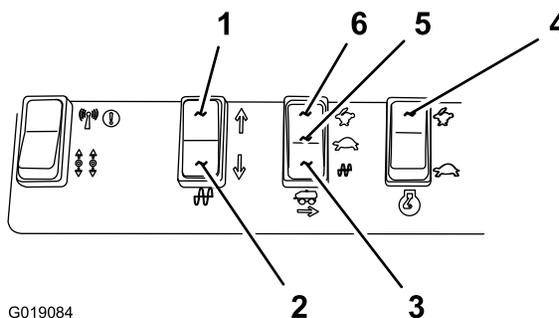

Figura 43
1. Ponga el interruptor de velocidad del motor en la posición de rápido; consulte Figura 43.
- Inicie la vibración hacia adelante presionando el interruptor de vibración hacia adelante (Figura 43).
- Inicie la vibración hacia atrás presionando el interruptor de vibración hacia atrás (Figura 43).